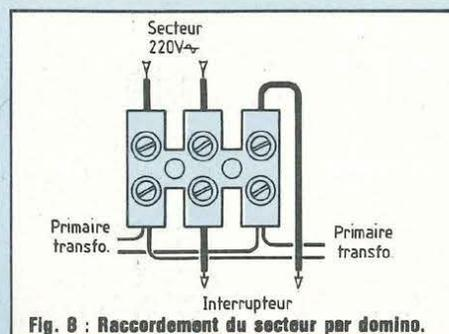

Fig. 8 : Raccordement du secteur par domino.
- Raccorder les primaires des transformateurs toriques au secteur 220 V~ au moyen d'un domino, voir la figure 8.